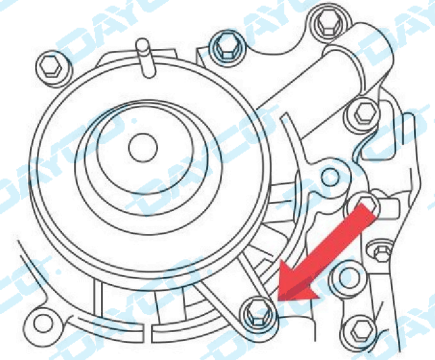

Fig. 3
- Montare la guida della cinghia di distribuzione ( Fig. 3 ).